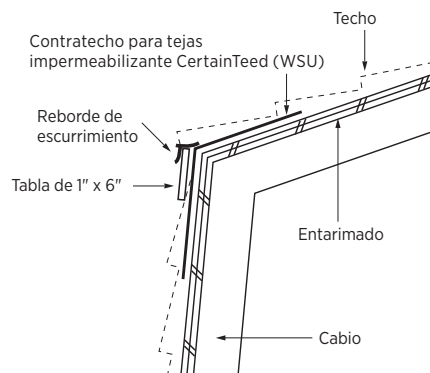

Figura 6-24
2. Borde de goteo o canaleta: Coloque las tejas en el plano del techo inferior hasta la unión y corte el exceso del material de la teja al ras de la unión de la cubierta. Aplique un contratecho de tipo impermeabilizante, como WinterGuard o Grace Ice & Water Shield®, sobre la junta en los planos de la cubierta para ayudar a proporcionar una barrera impermeable. El contratecho impermeabilizado se debe colocar directamente sobre el plano de la cubierta superior y superponerse con las tejas en el plano de la cubierta inferior aproximadamente 5" (125 mm). Instale una imposta pintada de 1" x 6", (el contratecho impermeabilizante debe estar totalmente cubierto por la imposta), en cada parte superior del techo inferior y luego instale el borde de goteo o canaleta en la imposta. Coloque las tejas en el plano superior según la técnica de aplicación estándar, dejando que las tejas iniciales de la primera hilera sobresalgan del borde de goteo o canaleta aproximadamente de 1/2" (13 mm) a 3/4" (19 mm). Consulte la Figura 6-24.